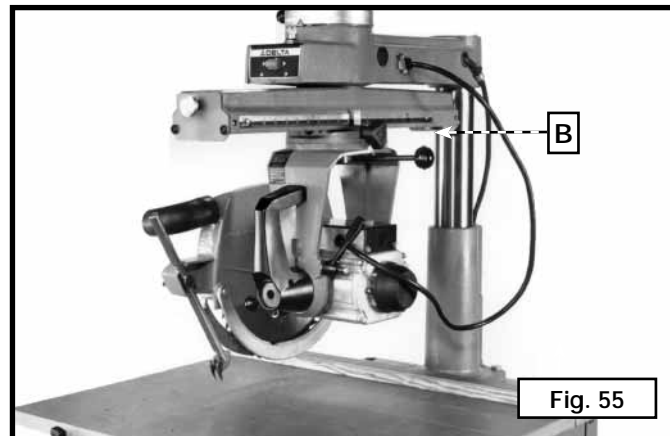

Fig. 55
Un bloc de bois inséré en (B) fig. 55, (fixé au bras sur rail avec un petit serre-joint en « C ») empêchera la course inutile de la tête de coupe sur le bras sur rail. Ce montage est particulièrement pratique lors de coupes répétitives. Fixer le bloc de bois du côté droit du bras sur rail dans une position qui arrêtera la course de la tête de coupe dès que la lame de la scie aura entièrement coupé la pièce.